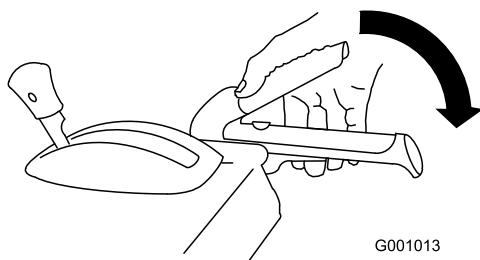

Figura 28
2. Engrane la palanca del sinfín/impulsor y sujetela en esa posición (Figura 28).